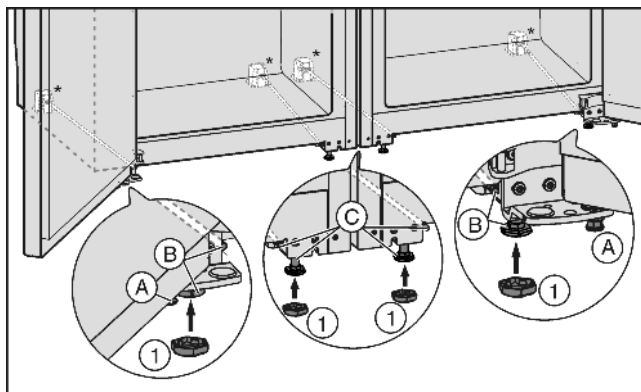

Fig. 4
- Skruva ev. in justerfötterna Fig. 4 (A) framtill på båda skåpen så att de inte längre rör vid golvet.
- Sätt skydden Fig. 4 (1) på de fyra främre justerfötterna.
- ▶ Skruva in de mellersta justerfötterna *Fig. 4 (C)* tills de inte rör vid golvet.
- ▶ Rikta kombination med de yttre justerfötterna *Fig. 4 (B)*.
- ▶ Sänk ned de mellersta justeringsfötterna *Fig. 4 (C)* tills de rör vid golvet.
- ▶ Stötta därefter dörren: Sänk ned justeringsfötterna *Fig. 4 (A)* på lagerbocken tills de ligger mot golvet, vrid dem sedan ytterligare 90°.